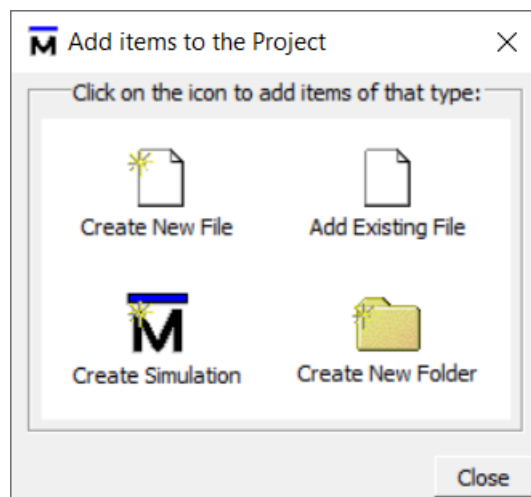

Figura 2: ModelSim, Adding Existing File.
- Na janela seguinte, iremos adicionar os arquivos Verilog no projeto de simulação clicando em *Add Existing File* (Figura 2);